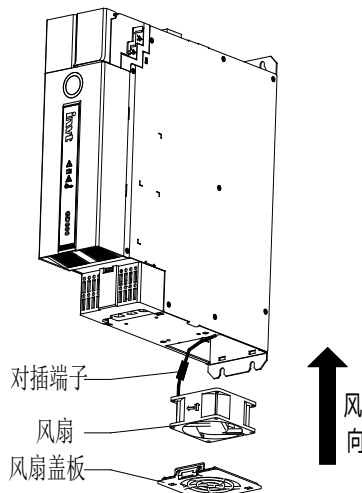

图 11-1 7.5kW（含）以上逆变风扇维护示意图
- 5、将新的冷却风扇装入变频器内；并按照相反的顺序将风扇线缆对插端子接好，将风扇塞进风扇安装机箱对应位置，扣上风扇盖板，请注意风扇的风向与变频器风向保持一致如图 11-1 所示。